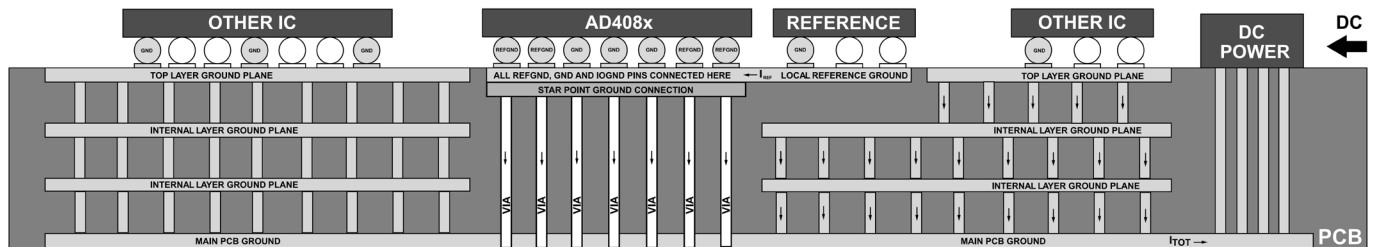

図 107. PCB グラウンド・プレーンの推奨レイアウト
- ▶ グラウンド・プレーンの分布を示す PCB ボードの側面断面図については、図 107 を参照してください。図 107 はグラウンド・プレーンのみを示しており、信号トラックは含まれていないことに注意してください。